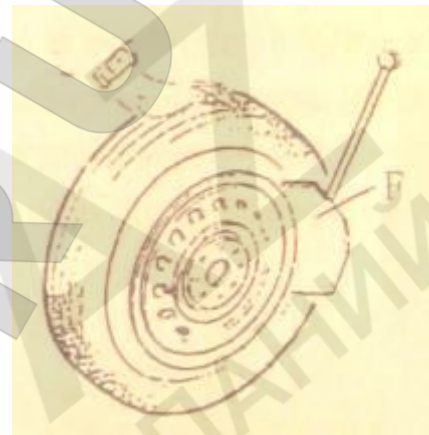

Рис.5
Установить шину напротив резинового буфера (S). Установить лопатку рядом с бортом шины в 10 мм от края обода, как показано на рис.5.